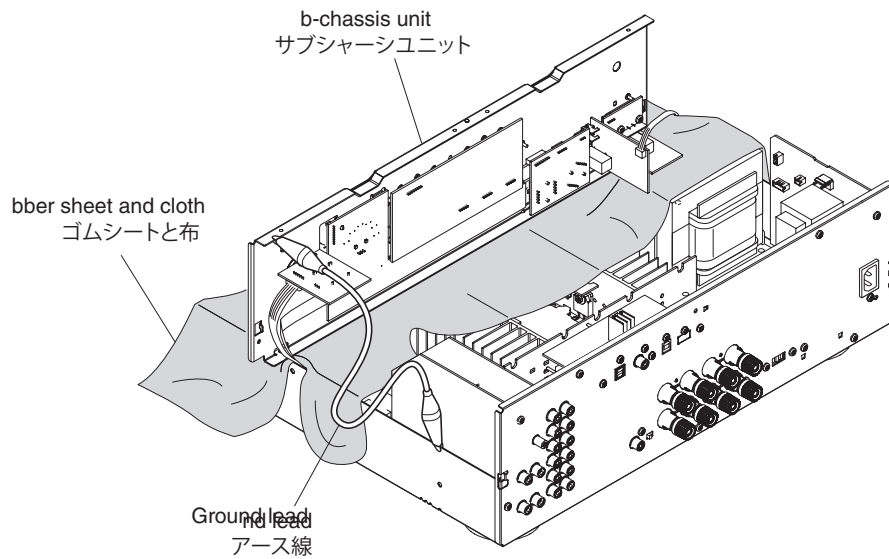

Fig. 4
- Put the rubber sheet and the cloth over this unit, Then place the sub-chassis unit on the cloth and check it. (Fig. 4)
- Connect the ground point of the sub-chassis unit to the chassis with a ground lead or the like. (Fig. 4)
- 本機の上にゴムシートと布を敷き、その上にサブシャーシユニットを置いてチェックします。(Fig. 4)
- サブシャーシユニットのアースをリード線等でシャーシに接続してください。(Fig. 4)